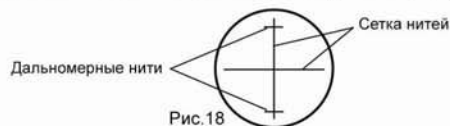

Рис.18
- 1) Наведитесь на рейку и посчитайте количество сантиметровых делений $\varnothing$ между двумя дальномерными нитями. (Рис.18)